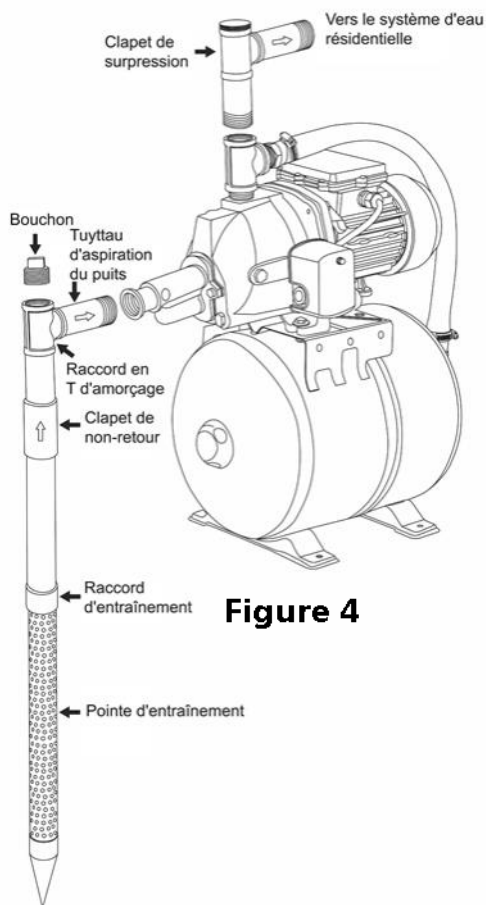

Figure 4
4. Installer un raccord en T d'amorçage avec un bouchon sur le tuyau d'aspiration de la source d'eau dans la Figure 4. Un clapet de non retour intégré devrait également être installé sur la conduite d'aspiration se rendant vers la pompe. Installer un raccord union ou autre qui permettra la séparation aisée de la pompe de sa tuyauterie pour faciliter l'entretien. Assurer que du ruban téflon ou du composé